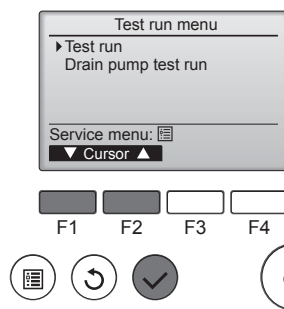

Fig. 7-4
- ④ Selezionare "Test run" (Prova di funzionamento) con il pulsante o , quindi premere il pulsante . (Fig. 7-4)